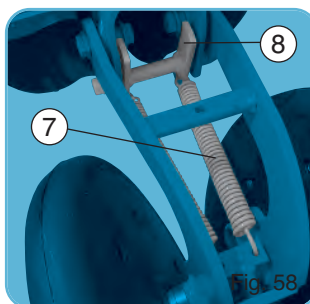

Fig. 58
- Remove the rear unit, separate the springs (7) and remove the H spacer (8) (fig. 58).
- Zdemontować tylny blok, ściągnąć sprężyny napinające (7) i wyciągnąć łącznik w kształcie litery H (8) (fig. 58).
- Demontați blocul spate, separați arcurile (7) și îndepărtați distanțierul în H (8) (fig. 58).